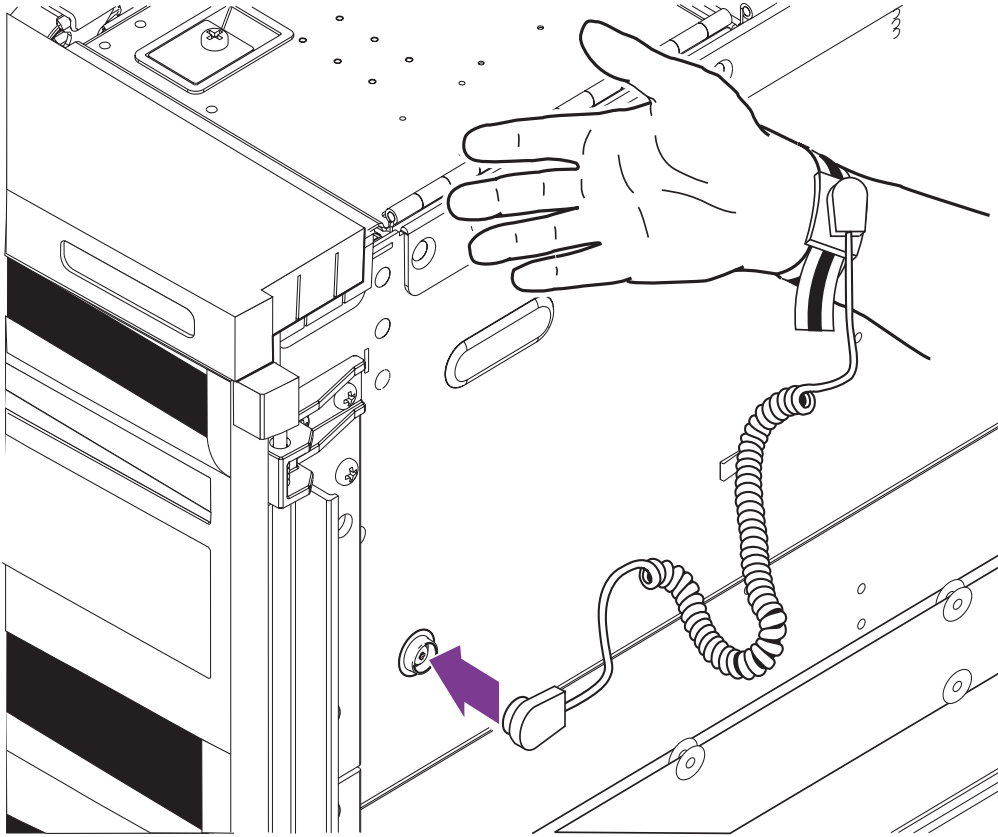
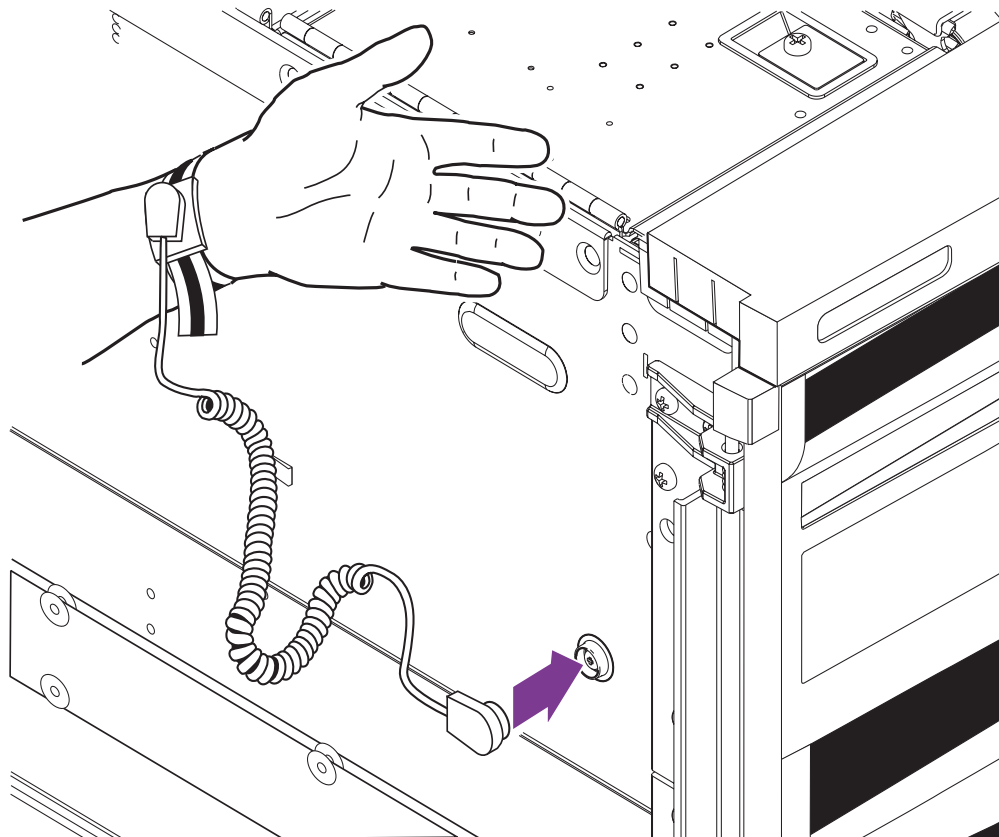

图3 连接防静电腕带 — 右侧
图 4 连接防静电腕带 — 左侧
- 要将防静电腕带连接到机箱，请按图 3 或图 4 所示连接腕带。